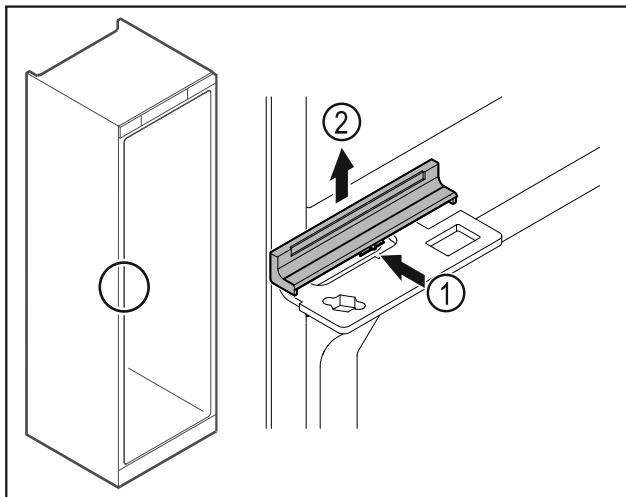

Fig. 38
- Appuyer légèrement sur le centre du cache Fig. 38 (1) et le retirer par le haut Fig. 38 (2).